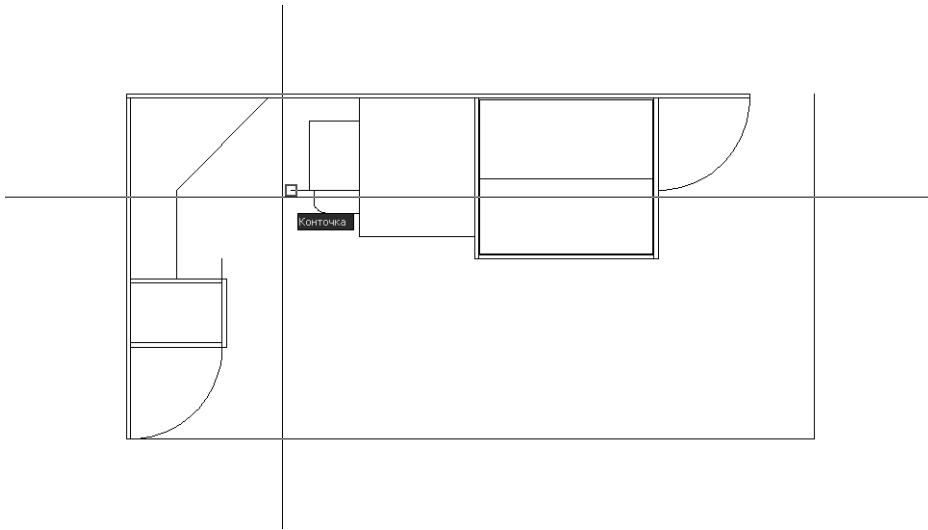

Рис. 4.54 ▼ Выбор первой точки нижней полки с помощью режима привязки **Конточка** (Endpoint)
5. Снова активизируйте инструмент **С линиями** (Line), включите режим объектной привязки **Конточка** (Endpoint) и выберите левую оконечную точку горизонтальной линии, обозначающей прямолинейный сегмент нижней полки, как показано на рис. 4.54.